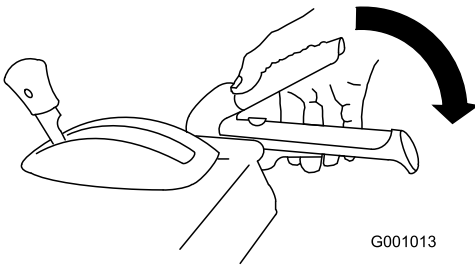

Figure 28
2. Engagez le levier de déplacement de la tarière à neige/turbine et maintenez-le en place (Figure 28).